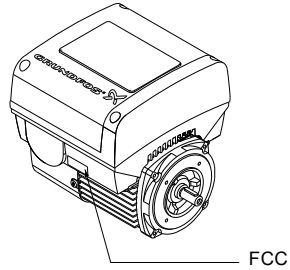

Abb. 79 FCC-Kennzeichen
10. Wenn das CIM-Modul über ein FCC-Kennzeichen verfügt, bringen Sie dieses Kennzeichen auf dem Klemmenkasten an. Siehe Abb. 79.